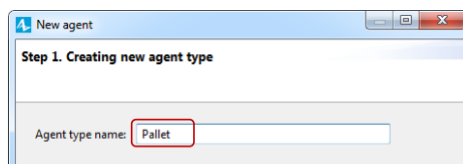

Рисунок 12.10 – Поле імені типу агента
18. У Майстрі нового агента виконайте такі дії (рис. 12.10):